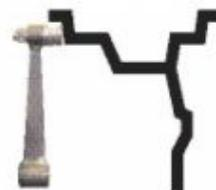
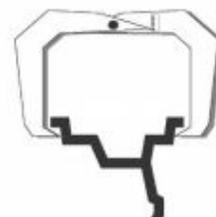

Рис. 10.1
рис.10.2.
При включении питания СБ автоматически устанавливаются исходные параметры «d» и «b», записанные в памяти СБ, которые можно проконтролировать нажимая кнопку A,d,b кнопка 3 на рис.10.2.
10.2. Данная модель СБ снабжена устройством, позволяющим автоматически вводить диаметр «d» колеса и дистанцию «A». Для этого необходимо, взяв за рукоятку, вытянуть из корпуса СБ штангу ввода параметров, подвести палец на конце рукоятки к месту установки корректирующих грузов на внутренней стороне диска (см. рис. 10.1) и удерживать штангу в этом положении до появления звукового сигнала, после чего вернуть штангу в исходное положение. При этом экран основного рабочего режима сменится на экран ввода геометрических параметров колеса рис.10.2.
Примечание: На маркировке диска указывается диаметр по посадке резины. А с помощью выдвинутой штанги вводится диаметр места установки груза, например, на рис. 10.1 вводится диаметр места установки груза на пружинке, который больше диаметра по посадке резины примерно на 1 дюйм. Поэтому диаметр
В этом режиме функционируют кнопки «-» и «+» для ввода ширины диска, а также для коррекции диаметра диска и дистанции от корпуса СБ до колеса, если требуется их ручная коррекция. Переключение кнопок «-» и «+» для коррекции диаметра и дистанции осуществляется кнопкой A,d,b (кнопка 3 рис.10.2), при этом корректируемая величина выделяется красным цветом, кроме того кнопка A,d,b позволяет перейти к экрану ввода геометрических параметров из экрана основного рабочего режима.
11.2.1. Введите геометрические параметры колеса как описано в п. 10.2 или 10.4. На экране ввода геометрических параметров отображается стандартная балансировка грузами на пружинках рис. 10.2 или 10.4..